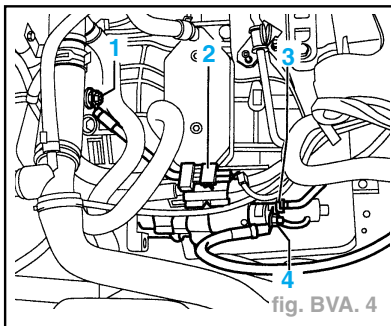

fig. BVA. 4
- Dévisser le câble de masse (1). fig. BVA. 4)
- Déposer du démarreur les câbles (3) et (4).
- Débrancher le connecteur (2) et le sortir du support.